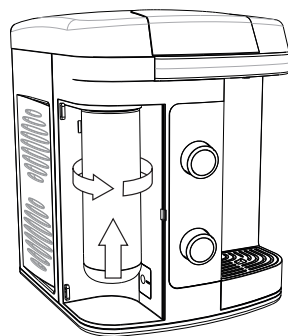

Fig. 14
- Substituir por um novo Refil “Girou, Trocou” no produto, encaixá-lo para cima e girar para a direita para conectar ao produto.(Fig. 14).